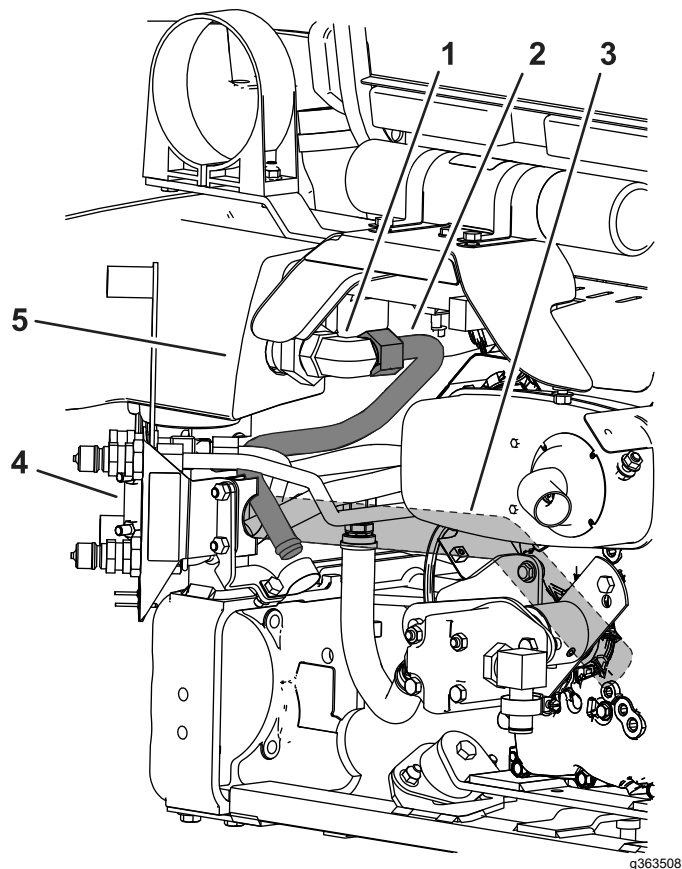

图 25
4. 将 3 号液压管线放入机器如 图 25 所示。
5. 将 3 号液压管线安装到已安装至滤网和液压油箱的大 90 度弯头 图 25。